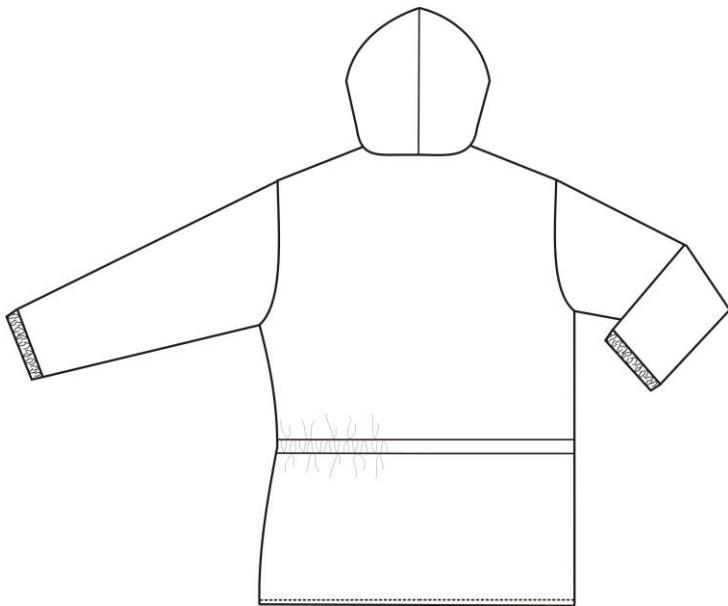

Figura 35 – Modelo de Parka.
14.8.1 PARKA COM CAPUZ (FIGURA 35)